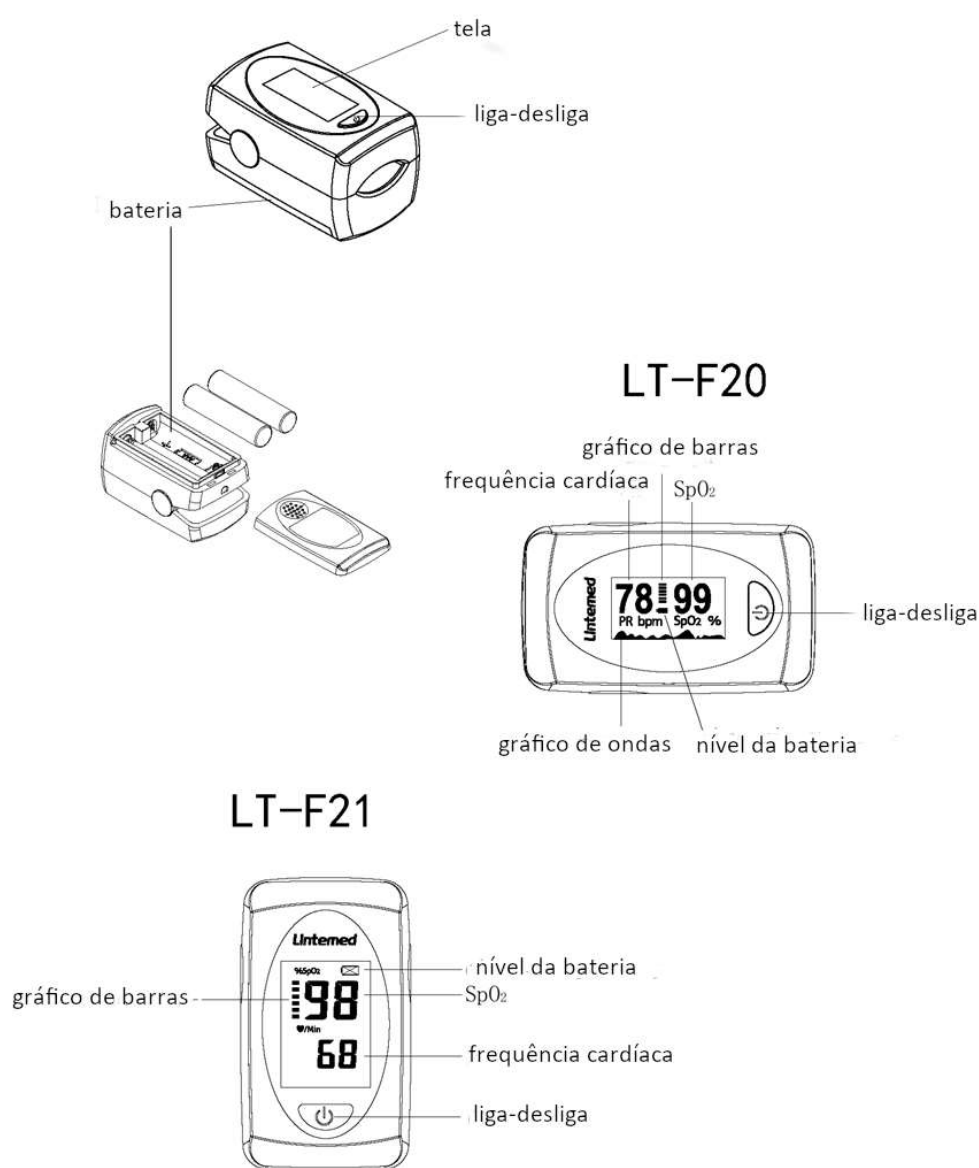

Figura 2.1 Estrutura do dispositivo
2.17 Introdução da estrutura do dispositivo (figura 2.1)